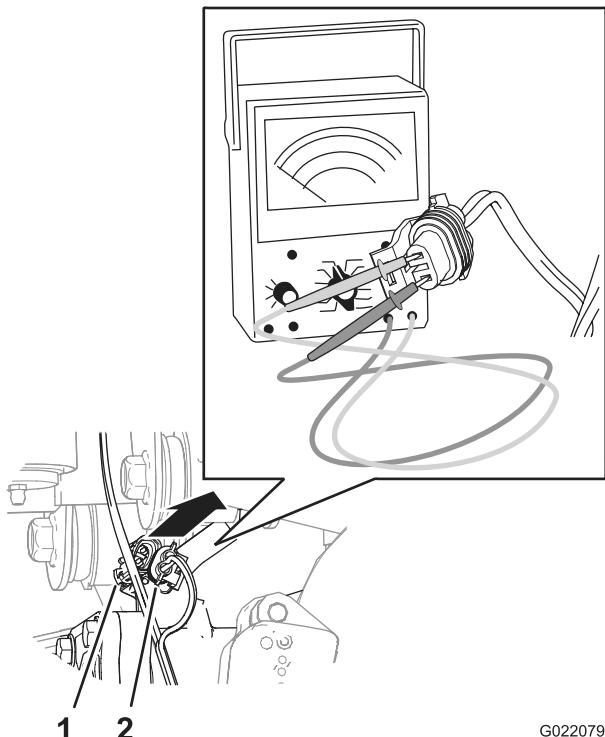

図 17
- デファレンシャル用ハーネスの2ピン・コネクタから、車両用ハーネスの2ソケット・コネクタを外す（図 17）。
- D. 車両用ワイヤハーネスの2ソケット・コネクタに、テスターの針を差し込む（図 17）。
5. デファレンシャル用ハーネスの2ピン・コネクタに、車両用ハーネスの2ソケット・コネクタを接続する（図 17）。